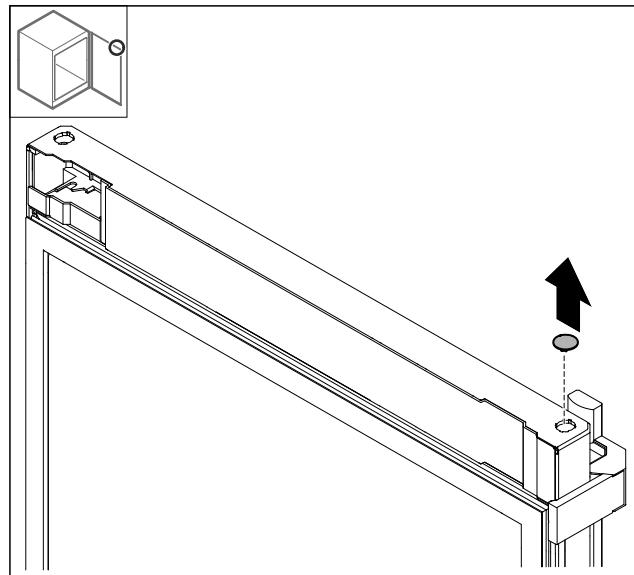

*Fig. 18*
► 取下盖板 *Fig. 18 (1)*。
► 逆时针旋转螺柱 *Fig. 18 (2)*并拔出。
► 稍稍倾斜冰箱门 *Fig. 18 (3)*。